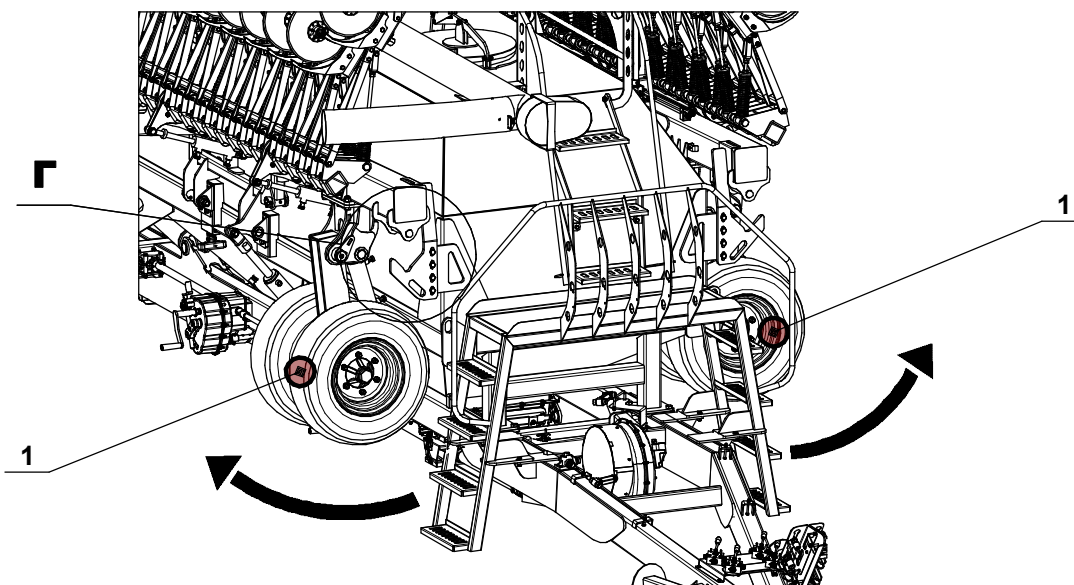
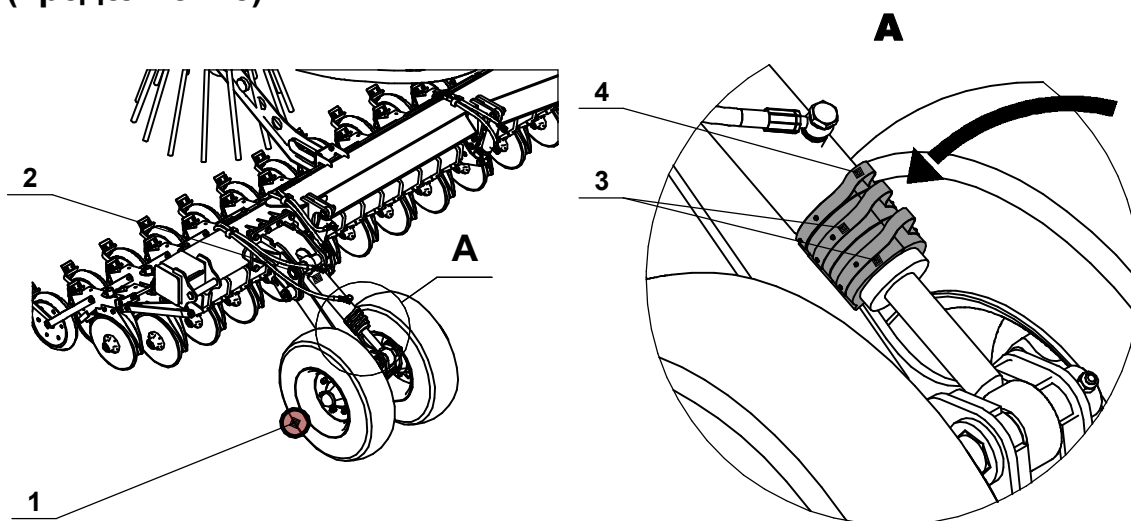

Рис.5.2.1 - Опорные колёса крыльев посевного комплекса в транспортном положении.
Рис.5.2.2 - Рычаг опорных колёс крыльев.
**1.1.** Используя гидравлическую линию управления опорными колёсами крыльев, отведите их в стороны от бункера рис.5.2.1 поз.1, на штоки гидроцилиндра установите клипсы: две красные (h=38 мм) и одна голубая (h=16 мм) (рис. 5.2.2 вид А поз.3 и 4).